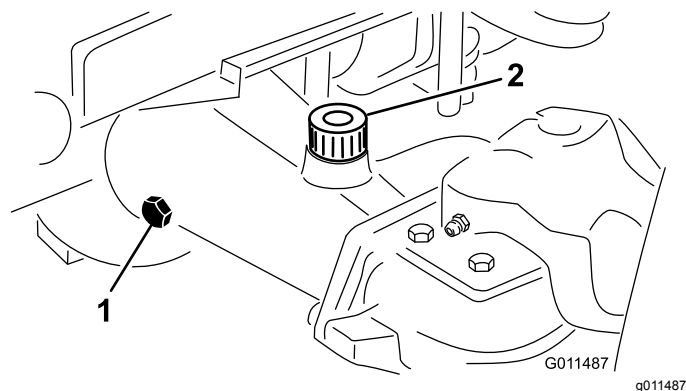

Figure 92
2. Enlevez un bouchon de contrôle à l'extrémité du pont et vérifiez que le lubrifiant atteint la base de l'orifice (Figure 92).